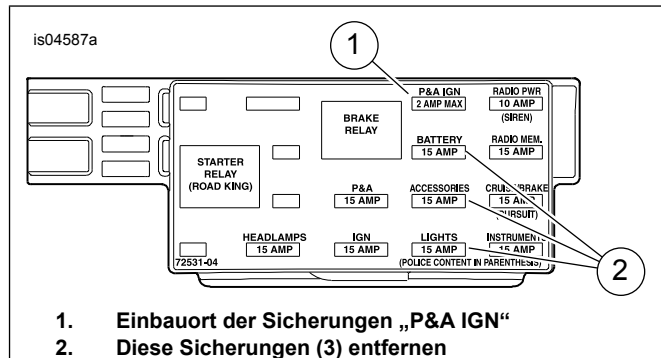

Abbildung 10. Sicherungshohlraum „P&A IGN“ (Touring-Modelle von 2004–2007)
3. **Modelle von 2004–2007:** Siehe Abbildung 10. Den Sicherungshohlraum mit der Bezeichnung „P&A IGN“ „2A MAX“ (1) ausfindig machen. In nur einer Seite des Hohlraums befindet sich ein Kontakt. Die drei gegenwärtig eingebauten Sicherungen (2) aus dieser Reihe entfernen und deren Einbauort notieren.
2. Das orange/weiße Sicherungsblock-Adapterkabel (11) aus dem Satz bereitlegen. Den Kontakt an jedem Ende notieren (siehe Abbildung 10, **obere Ansicht**). Nur der Kontakt **MIT den Federzungen** passt in den Sicherungshohlraum. Den Kontakt **OHNE** Federzungen sorgfältig vom Kabel abschneiden und entsorgen.